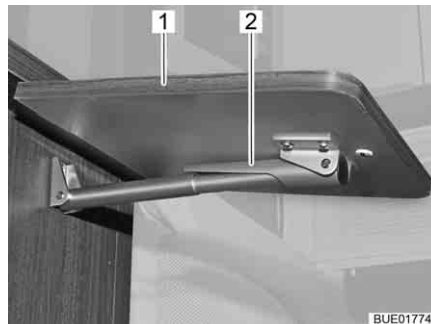

Fig. 131 Table pliante/surface de travail, déverrouillée
- Soulever légèrement la table pliante/surface de travail (Fig. 131,1). De l'autre main, faire basculer la fixation (Fig. 131,2) du support télescopique vers le haut.